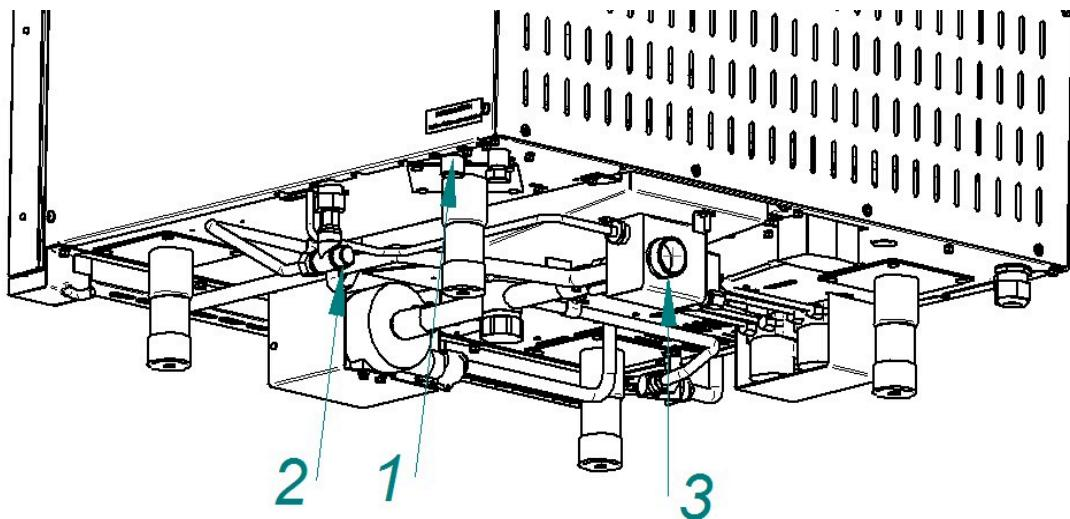
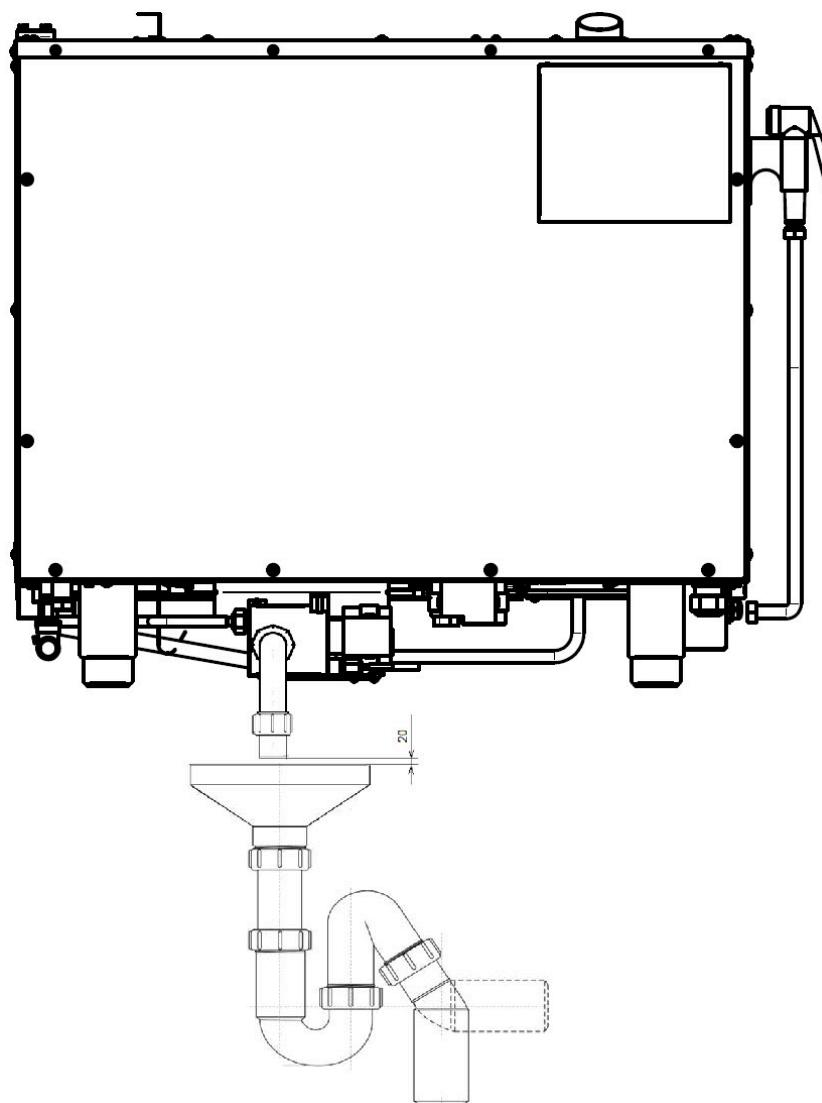

Рис. 3. Подключение к системе водоснабжения и канализации
Рис.4. Подключение к системе канализации
• G3/4 наружная резьба (см. рис.3 поз.1) – парогенератор. Подключать через водоумягчительную установку (водородно-ионного обмена) или фильтр воды. Рекомендуется использовать фильтр BRITA PURITY C300 Quell ST.
- G1/2" наружная резьба (см. рис.3 поз.2) – душевое устройство и охлаждение коллектора. Допускается подключать к неподготовленной воде.
- подключить пароконвектомат к системе канализации (см. рис.4) через соединение резьбой G1¼" (см. рис.3 поз.3). Для подключения в комплект поставки входит труба гибкая K215. Подключение к канализации выполнить с разрывом струи не менее 20мм от верха приемной воронки (СНиП 2.04. 01-85 п. 17.11).